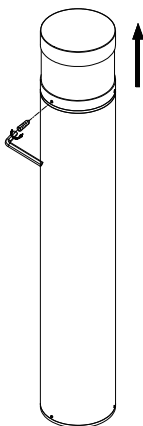

Fig 3
4. Using the hex wrench, loosen the 3 screws on the side of the head, and open the top head. **Fig. 3**
4. À l'aide de la clé hexagonale, desserrez les 3 vis sur le côté de la tête, et ouvrez la tête supérieure. **Fig. 3**